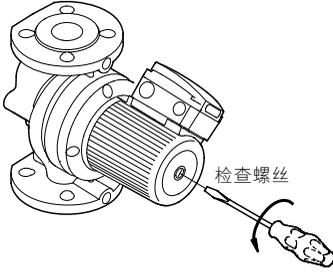

图 6 将泵排空
在单泵运行时，应将泵之间的电缆取下。单独对泵进行设置，并分别将其连接到电源。见附录中的图6和7：
- 图6：使用信号输出用于操作指示时选择器开关的电气连接和设置。
如果备用泵的信号输出用于故障或操作指示，请按照附录中的图6和7进行操作。